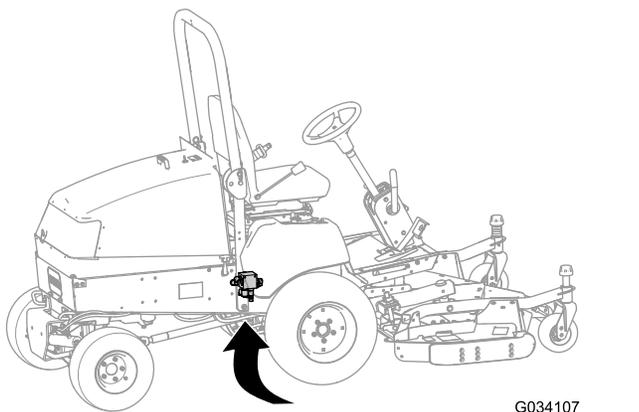

Figura 13
2. Posizionate il collettore di sollevamento da sotto la macchina, all'interno del canale del telaio di destra, dietro l'assale anteriore (Figura 13).